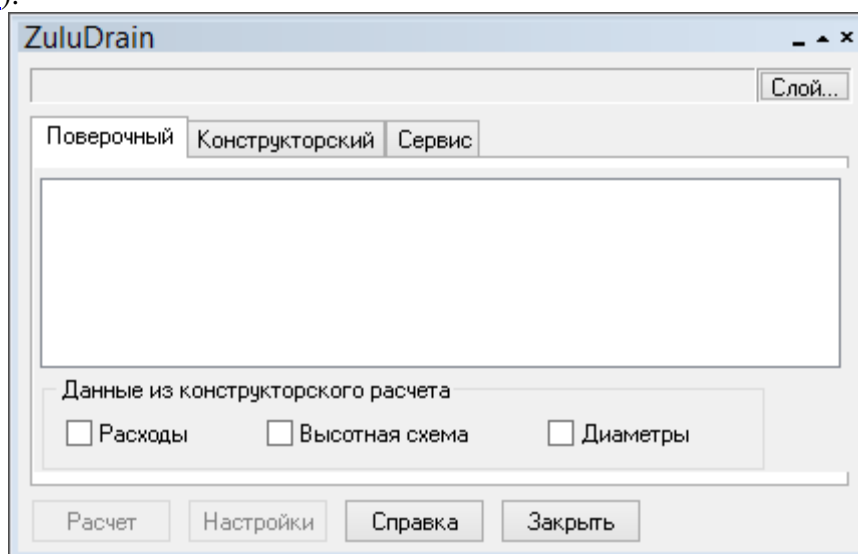

Рисунок 65. Панель расчетов
1. Выполните команду главного меню *Задачи/ZuluDrain* или нажмите кнопку  на панели инструментов. На экране появится панель расчетов (Рисунок 65. «Панель расчетов»).